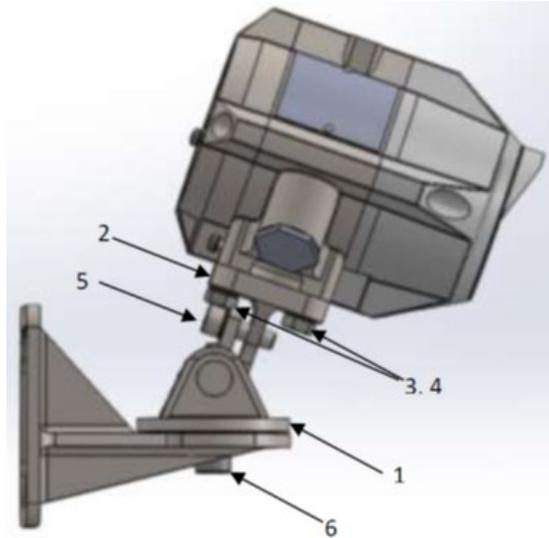

Figure 15 : Détecteur sur support inclinable – Vue latérale
- Placer le détecteur, avec ses entrées de câble / conduit orientés vers le bas, sur la plaque de maintien de la rotule (2, Figure 15).
- Desserrez les vis de verrouillage (5 et 6, Figure 15) de manière à vous permettre de faire pivoter le détecteur.